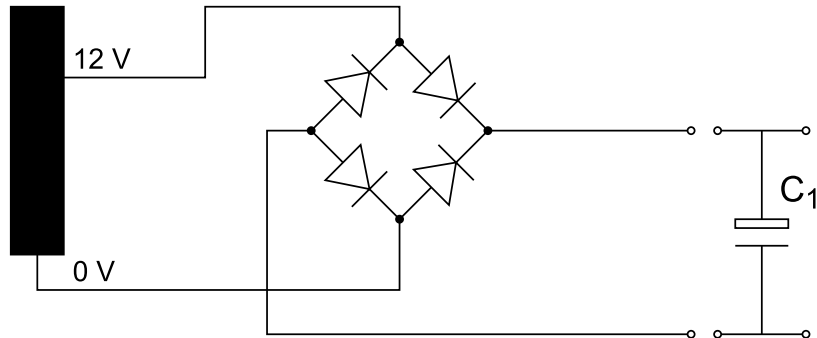
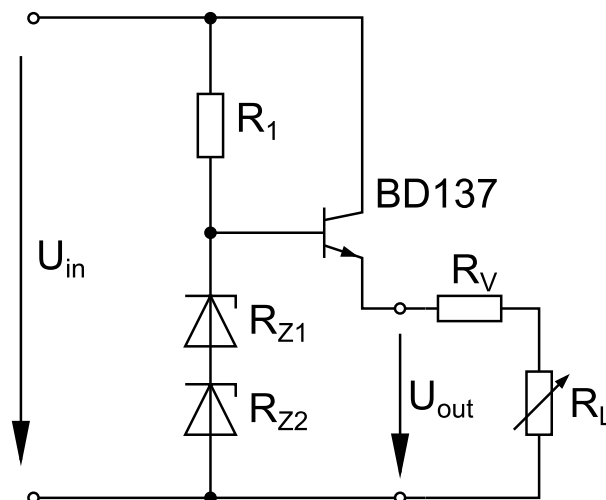

Abbildung 2: Ein Brückengleichrichter mit Siebkondensator
Abbildung 3: Spannungskonstanthalter mit dazugehörigen Bauteilen
Der Brückengleichrichter sollte prinzipiell bekannt sein und wird aus vier Dioden aufgebaut. Zur Glättung der Ausgangsspannung wird ein Siebkondensator C1 benutzt. Die Ausgangsspannung wird dann von der folgenden Schaltung konstant gehalten (siehe Abb. 3). Diese wird als Spannungskonstanthalter bezeichnet. Der Spannungskonstanthalter wird beispielsweise in Netzgeräten eingesetzt, um bei Schwankungen der Netzspannung oder des Gerätestromes eine konstante Versorgungsspannung zu liefern. Die Funktionsweise haben wir in der Vorlesung behandelt.
2.5 In der letzten Aufgabe soll ein Netzteil für Ihr Smartphone aufgebaut werden. Wir nehmen an Ihr Smartphone benötigt 5V und 500 mA. Wie groß muss R1 und Rz ($Rz1+Rz2$) aus Abb. 3 sein, wenn der Spannungskonstanthalter nach dem Brückengleichrichter aus der Abb. 2 angeschlossen ist?